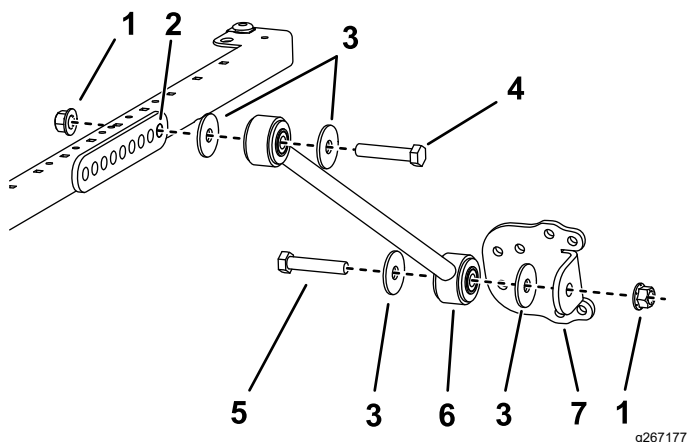

Figura 33
- Per i modelli 03820, 03821, 30604, 30605, 30608 e 30609, su ciascun lato del telaio del parasole montate, senza serrarlo, un supporto di ancoraggio sul foro **posteriore** della staffa di ancoraggio con un bullone ($\frac{1}{2}$ " x $2\frac{1}{2}$ "), una rondella ($\frac{1}{2}$ ") e un dado flangiato ($\frac{1}{2}$ "), come illustrato nella Figura 33.
- Montate, senza serrarla, una staffa di ancoraggio su ciascun supporto di ancoraggio con un bullone ($\frac{1}{2}$ " x $2\frac{1}{2}$ "), una rondella ($\frac{1}{2}$ ") e un dado flangiato ($\frac{1}{2}$ "), come illustrato nella Figura 33.